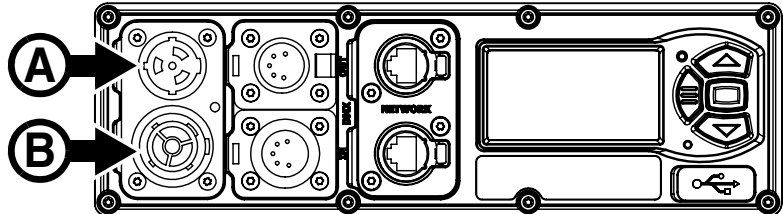

Bild 8: Netzanschlüsse
1. Siehe Bild 8. Richten Sie die Nase der Kabelbuchse mit der Nut des MAINS IN Anschlusses (**A**) aus. Schieben Sie die Buchse in den Anschluss und verriegeln Sie die Buchse durch Drehung im Uhrzeigersinn. Wenn der Verbinder schwer zu drehen ist, ziehen Sie ihn aus dem Anschluss, richten
Wenn Sie Netzeingangsleitungen mit 16/20 A Belastbarkeit und Netzverbindungsleitungen mit 16/20 A Belastbarkeit von Martin verwenden (für mehr Information wenden Sie sich bitte an Ihren Martin-Händler), können Sie mehrere Geräte an einer Steckdose der Stromquelle anschließen. Verbinden Sie den MAINS THROUGH Netzausgang eines Gerätes (**B** in Bild 8) mit dem MAINS IN Netzeingang (**A** in Bild 8) des nächsten Gerätes. Beachten Sie folgende Limitierungen, um die Gefahr eines Brandes oder elektrischen Schlags zu minimieren.